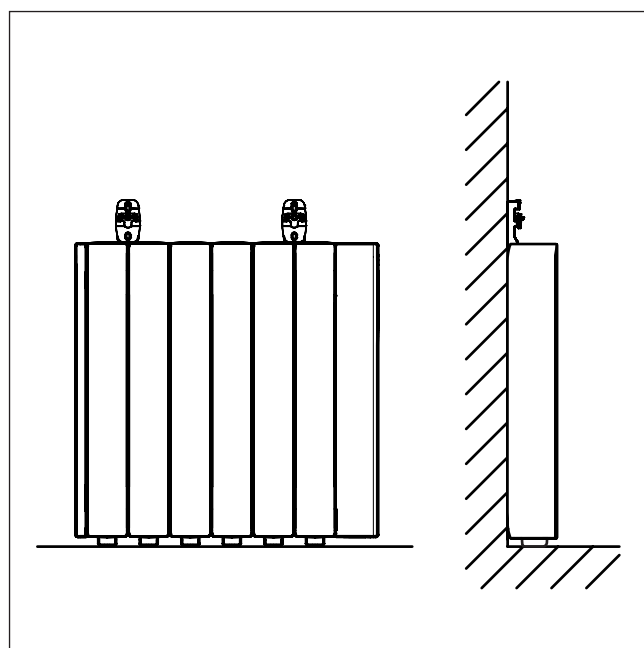

Figure 1
- Poser l'émetteur au sol, contre le mur, comme indiqué sur la Figure 1, mettre les supports sur là le haut de l'appareil (sur les modèles de 3, 4, 6 et 8 éléments, entre le premier et le deuxième élément (voir Fig. 1) et sur les modèles de 10, 12 et 13 éléments, entre le deuxième et le troisième élément des deux côtés).